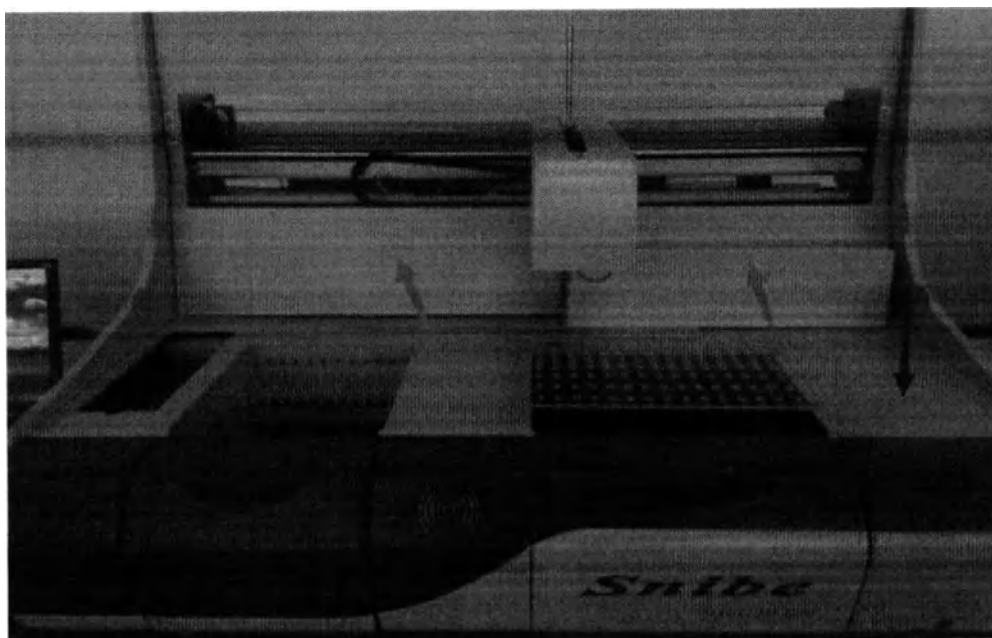

Рисунок 151.
(1) Пожалуйста, уберите вертикальную и горизонтальную панель анализатора (Рисунок 151).